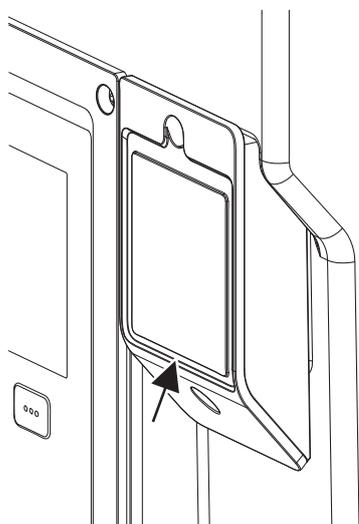

Fig. 28: Tapa para el módulo Wilo-Smart Connect BT
1. Afloje el tornillo de la tapa del módulo Wilo-Smart Connect (Fig. 28) y ábrala.
Debido a su diseño, el módulo Wilo-Smart Connect BT solo se puede colocar con una alineación concreta. El módulo no se fija de otro modo. La tapa del módulo Wilo-Smart Connect (Fig. 28) de la parte superior del módulo electrónico sujeta el módulo a la interfaz.